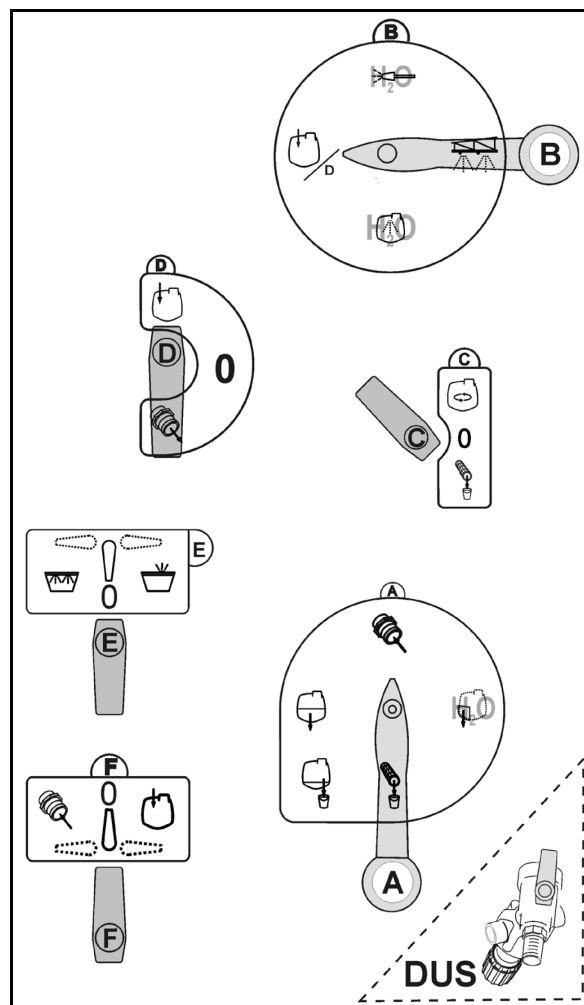

Fig. 13
1. Accouplez le flexible d'aspiration (Fig. 13/1) au raccord de remplissage (Fig. 13/2).
3. Accouplez le raccord de la cuve frontale (Fig. 13/3) au raccord de vidange rapide (Fig. 13/4).
4. Placez le robinet sélecteur sur la cuve frontale (Fig. 13/5) en position **X**.